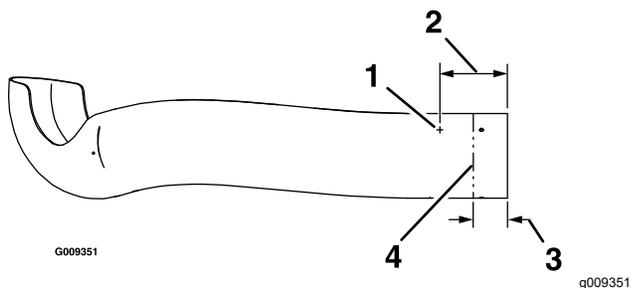

Figure 49
- Localisez les 3 trous dans le tube supérieur. Mesurez 152 mm à partir de l'extrémité du tube, et faites un repère aux 3 emplacements (Figure 49).
- B. Percez 3 trous (4,8 mm) comme montré à la Figure 49.
- C. Mesurez en 3 points de 76 à 89 mm à partir de l'extrémité du tube, faites des repères et appliquez du ruban de marouflage autour du tube comme guide (Figure 49).